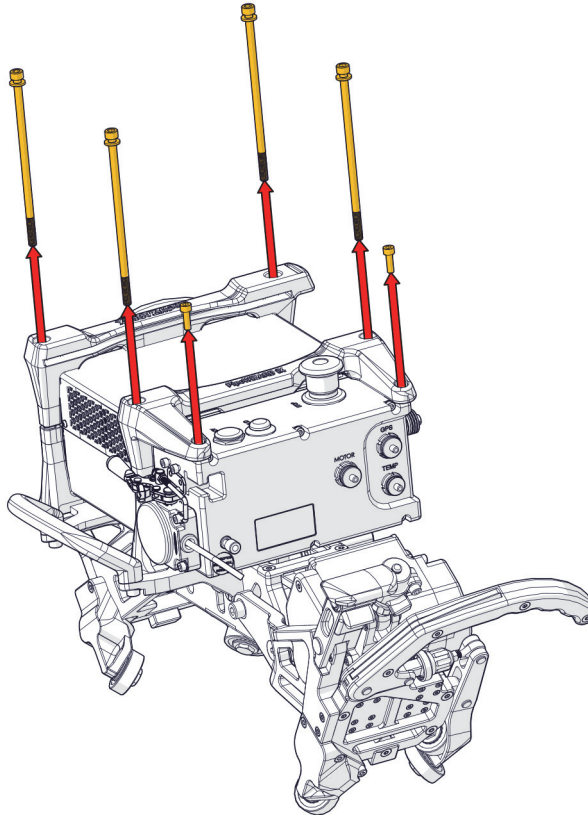

Figura 2-1 Extracción de los seis tornillos de montaje
1. Retire los seis tornillos de montaje (cuatro tornillos de 6 mm y dos tornillos de 5 mm) a partir de la unidad de adquisición (ver Figura 2-1 en la página 88).